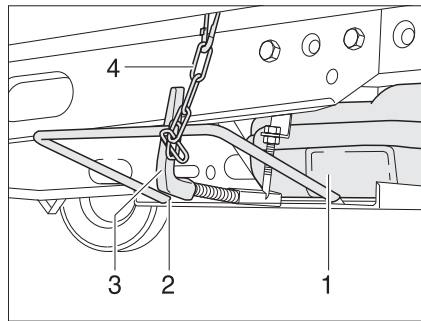

Fig. 149 Depósito de aguas residuales en el soporte debajo del vehículo
- Soltar la cadena de seguridad (Fig. 149,4).
- Pulsar hacia adentro el tirador giratorio (Fig. 149,3), y girar un cuarto de vuelta en sentido de las agujas del reloj.
- Girar hacia adelante y hacia abajo el depósito de aguas residuales con el soporte (Fig. 149,2).
- Sacar el depósito de aguas residuales (Fig. 149,1).